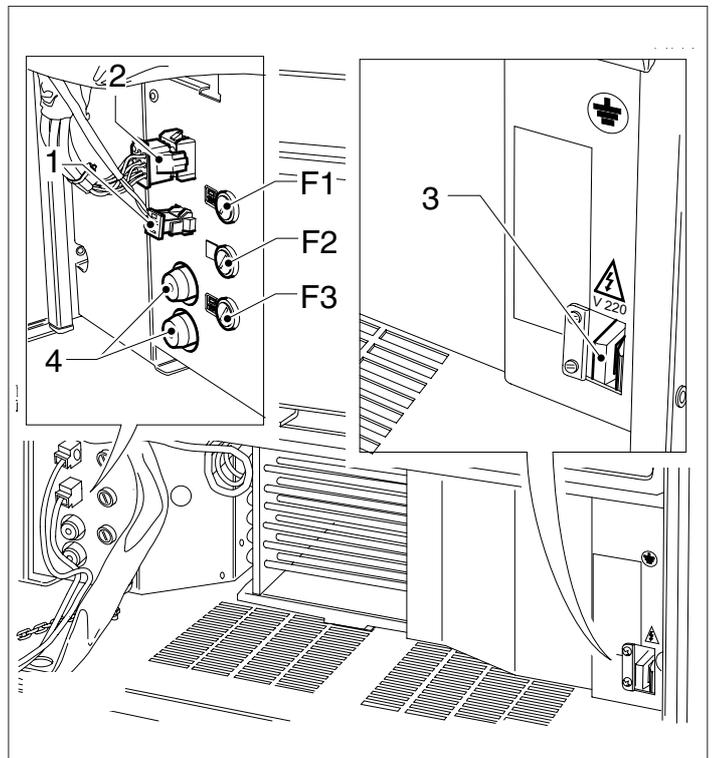

FIG.6.4
- El expendedor está provisto de un cable de alimentación HO5VV-F 3x1,5 mm1/2, con clavija SCHUKO que alimenta la tarjeta de alimentación en la que se instalan los fusibles de protección (Fig.6.4).